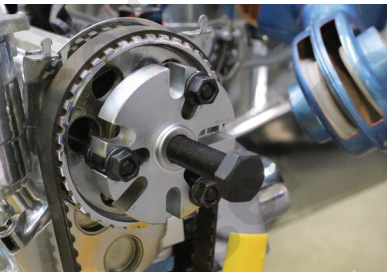

Fig. 1
3. El disco de puente del extractor tiene números grabados con claridad. Estos números indican las ranuras que se han de utilizar en función del número de ranuras u orificios que estén disponibles para la fijación del extractor. Véase la Fig. 1.